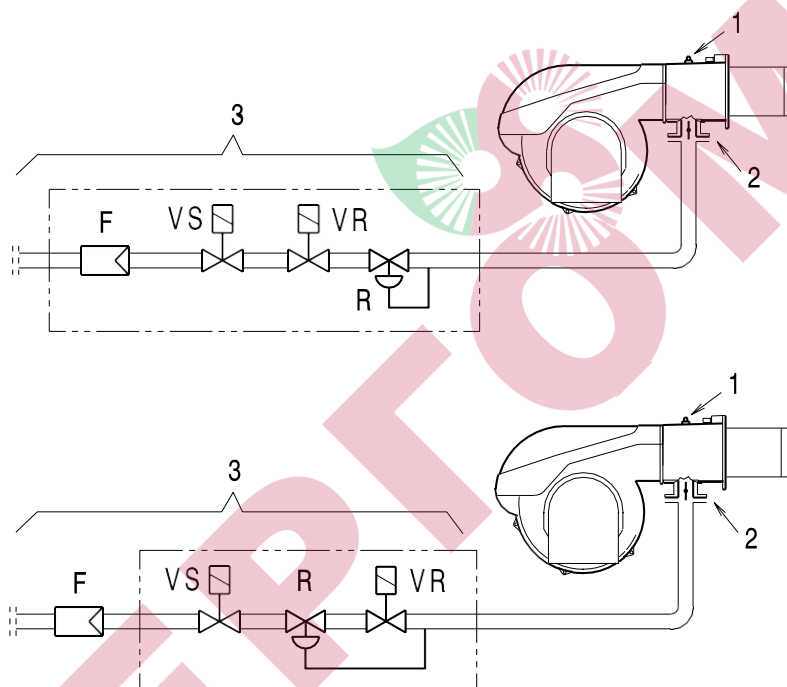

Рис. 36
- Вычесть из давления газа на штуцере 1)(Рис. 36) давление в камере сгорания.